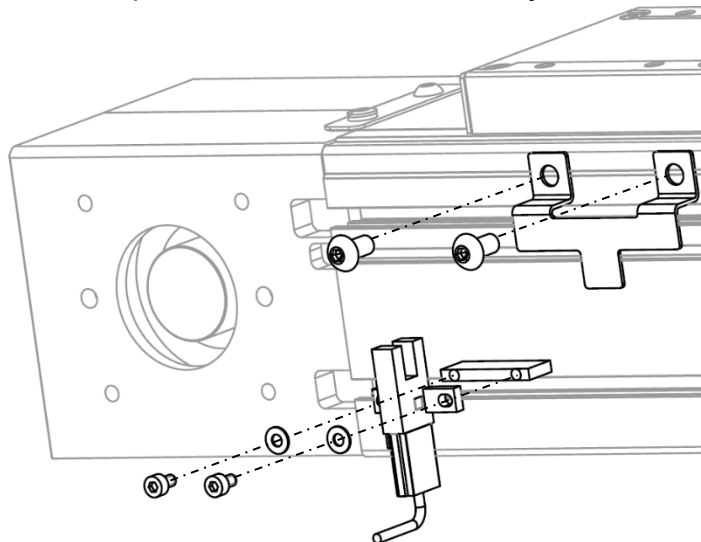

Рисунок 19 – Установка флага датчика на каретку.
1.4.4 Модуль оснащен пазами в профиле. Установить флаг датчика на каретку, закрепить его, затянув установочные винты (см. рисунок 19). В паз модуля установить закладную планку. На неё закрепить датчик с помощью установочных винтов.